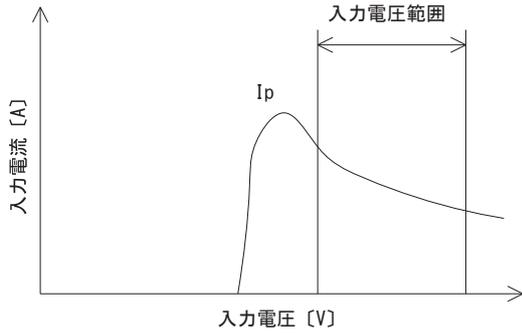

図 2.2 入力電流特性
- 入力電源には DC-DC コンバータ 立ち上げ時の電流 Ip（図 2.2）を考慮した、充分余裕のある電源を設定してください。